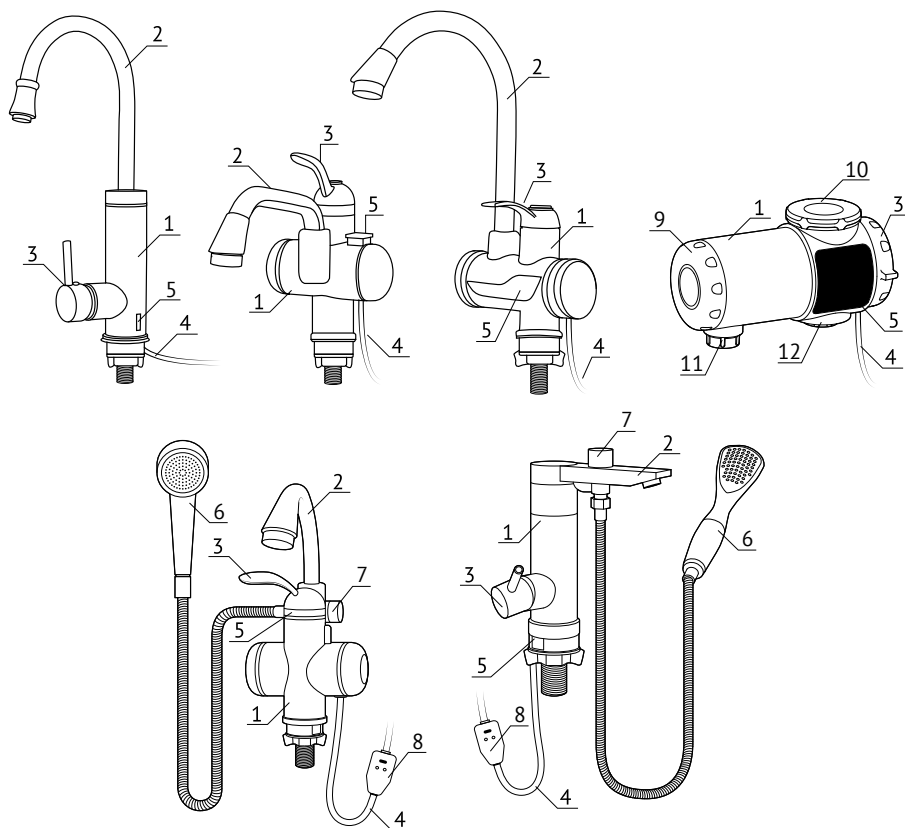
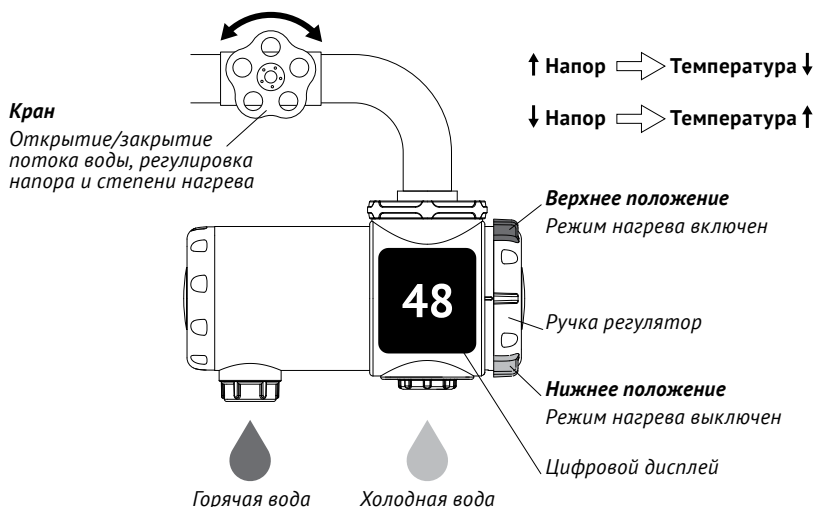

Рис. 1
Рис. 9
Основные элементы конструкции проточного крана-водонагревателя (рис. 1):
5. Перед подключением крана к электрической сети и началом эксплуатации, откройте кран или поднимите рычаг смесителя и заполните нагревательную камеру водой (см. рис. 9). Не перекрывайте воду до тех пор, пока она не будет выходить из крана равномерной струей, без пузырьков воздуха.
Ручка-регулятор съёмной модели крана BEF-019A предназначена для включения/выключения режима нагрева воды. В зависимости от выбранного режима (положения ручки) вода выходит из аэратора горячей или холодной воды (см. рис. 1, 9). Открытие/закрытие потока воды и регулировка напора выполняется с помощью рукоятки/вентили смесителя (крана). Чем больше установлен расход/напор, тем ниже температура воды на выходе из крана. Принцип управления работой крана показан на рис. 9.